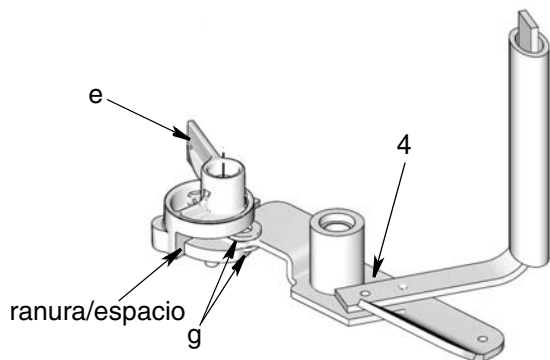

FIG. 10
- c. Para montar correctamente la paleta de bajo nivel (e) en la paleta agitadora (4), deslice la paleta agitadora y las arandelas en la ranura / el espacio (FIG. 10).